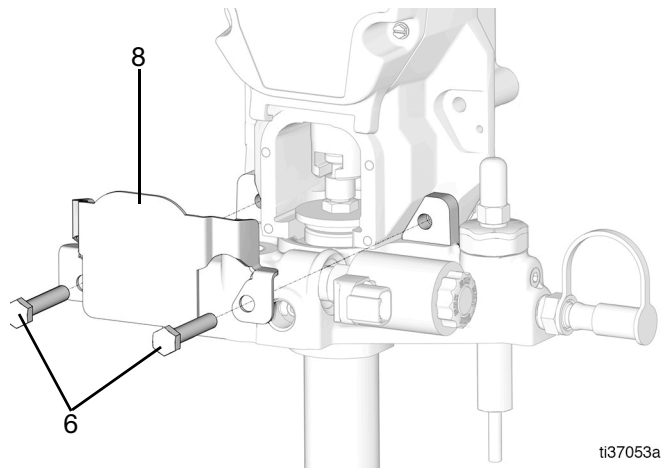

図 71
31. 保護カバー (8) を所定の場所に配置して、ボルト (6) とナット (7) で固定します (表示されていません)(図 71)。